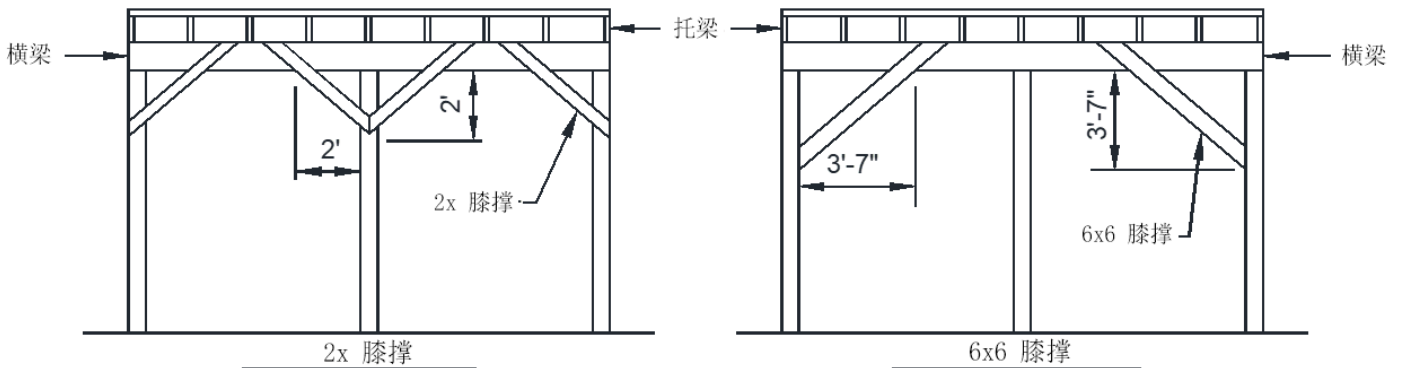

图 30: 方法 2 - 梁柱位置的膝撑
- 根据图 图 30, 露台应在每个柱梁位置安装 2x 膝撑, 或在端柱和每个其他内部柱的两侧安装 6x6 膝撑。